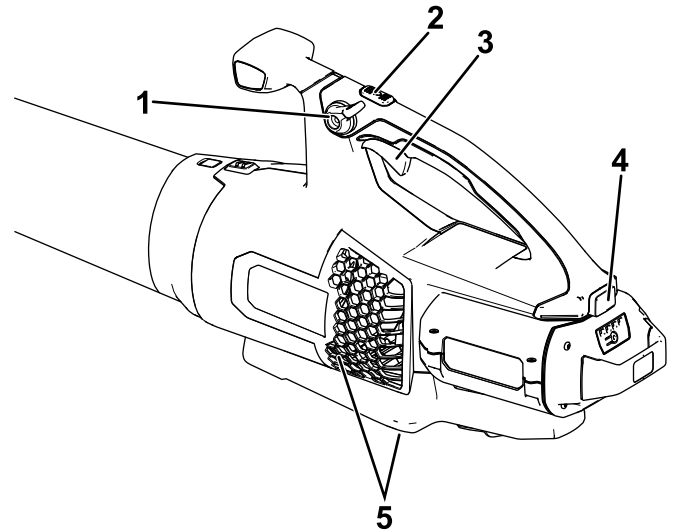

Figura 4
4. Para arrancar el soplador, apriete el gatillo de velocidad variable (Figura 4).
**Nota:** Active el bloqueo de velocidad para mantener la máquina encendida sin tener que apretar el gatillo de velocidad variable (Figura 4).
Para obtener el máximo rendimiento (velocidad de aire), presione a fondo el gatillo de velocidad variable, luego mantenga pulsado el botón de potencia turbo durante el tiempo deseado (Figura 4).
Para ajustar la velocidad del aire mientras sopla, utilice el gatillo de velocidad variable (Figura 4).
Para mantener la velocidad actual del aire, active el bloqueo de velocidad (Figura 4).
Para apagar el soplador, desactive el bloqueo de velocidad (si lo está usando) y suelte el gatillo de velocidad variable (Figura 4).